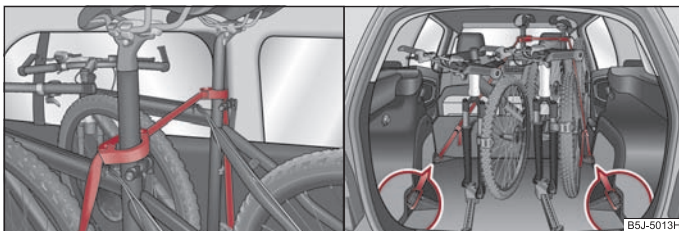

Fig. 71 Fixation des bicyclettes avec des colliers / fixation des bicyclettes avec une sangle
- Mettez le collier avec la partie en caoutchouc vers l'avant (dans le sens de déplacement) le plus bas possible sur la tige de la selle et fermez le collier ⇒ fig. 71. ►
- Pour le transport de deux bicyclettes, serrez la sangle ⇒ page 72, fig. 71 autour des tiges des selles, en séparant les bicyclettes l'une de l'autre.